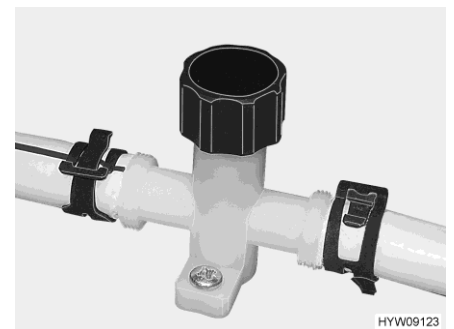

Bild 108 Ablasshahn (Wasserleitung)
- Ablasshähne schließen. Dazu die Kappe des Ablasshahns (Bild 108) im Uhrzeigersinn drehen.